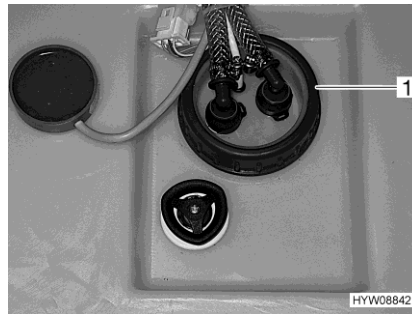

Bild 153 Rengöringsöppning (vattentank)
- Tag av vattentankens lock (Bild 153,1).